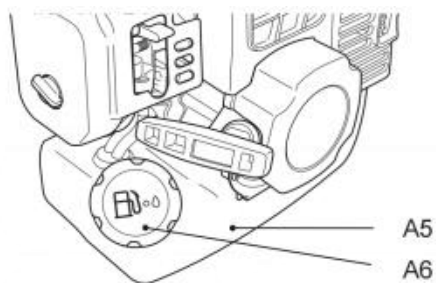

Fig. 25
7. Dévissez et retirez le bouchon du réservoir de carburant (A6) (Fig. 25).